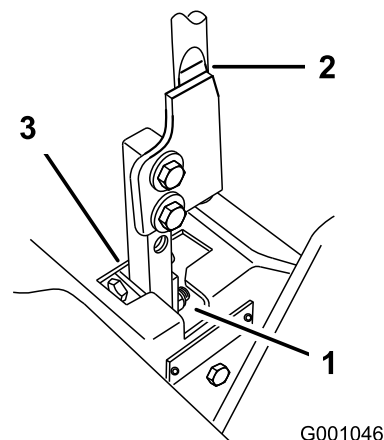

Figure 89
5. Placez le levier au point mort, sans le verrouiller (Figure 89).
6. Tirez-le ensuite en arrière jusqu'à ce que l'axe de chape (situé sur un bras sous l'axe de pivot) touche l'extrémité de l'encoche (c.-à-d. commence juste à appuyer sur le ressort), comme montré à la Figure 89.
7. Vérifiez la position du levier par rapport au cran de la console (Figure 89).